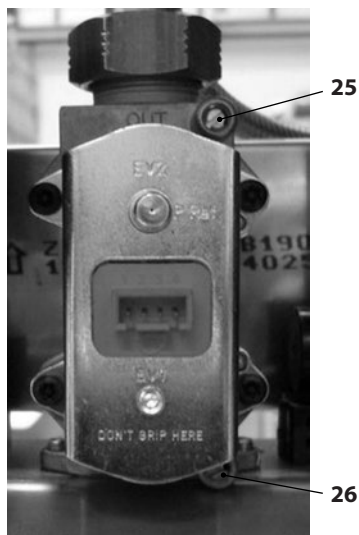

Figura 7.1
A caldaia spenta (fuori servizio), controllare la pressione di alimentazione utilizzando la presa 26 in Figura 7.1 e confrontare il valore letto con quelli riportati nella tabella Pressioni di alimentazione gas nella sezione "Dati tecnici M290G.24BM" a pag. 22 e "Dati tecnici M290G.28BM" a pag. 25.
- Richiudere bene la presa di pressione 26 in Figura 7.1.
- Aprire la presa di pressione 25 in Figura 7.1 e collegare un manometro.